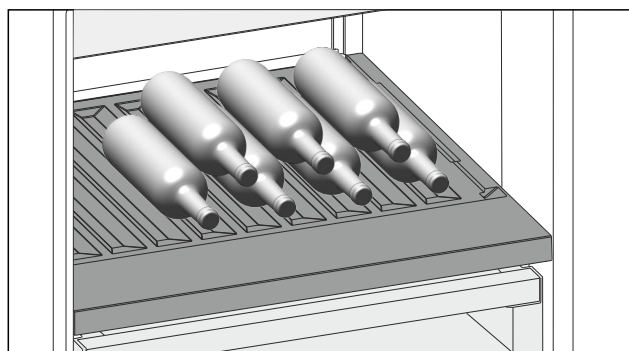

Fig. 139
- ▶ 将瓶底向后对着后壁放入瓶子。(参见 Fig. 139)